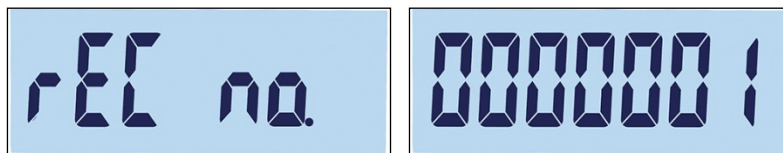

Figure 3-45 : Écrans Étiquette du numéro d'enregistrement et Réglage du numéro d'enregistrement
2. rEC no. apparaît brièvement, suivi de l'écran de modification du numéro d'enregistrement (Figure 3-45). Le terminal peut enregistrer jusqu'à 10 enregistrements. Par défaut, le système offre le numéro suivant disponible.